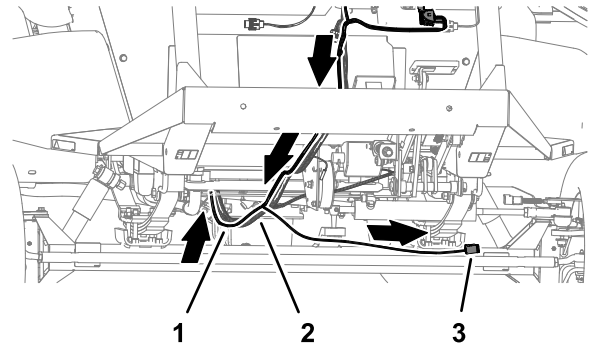

Figura 86
1. Enrute el arnés de cables del kit hacia atrás, junto al arnés de cables de la máquina (Figura 86).
2. Enrute la rama del arnés de cables que tiene el conector marcado WHEEL ANGLE SENSOR por la parte trasera del tubo del eje delantero (Figura 86).